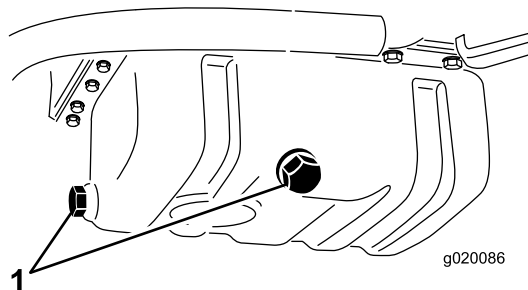

Рисунок 55
2. Снимите любую маслосливную пробку (Рисунок 55) и дайте маслу стечь в сливной поддон. После стекания масла установите маслосливную пробку на место.